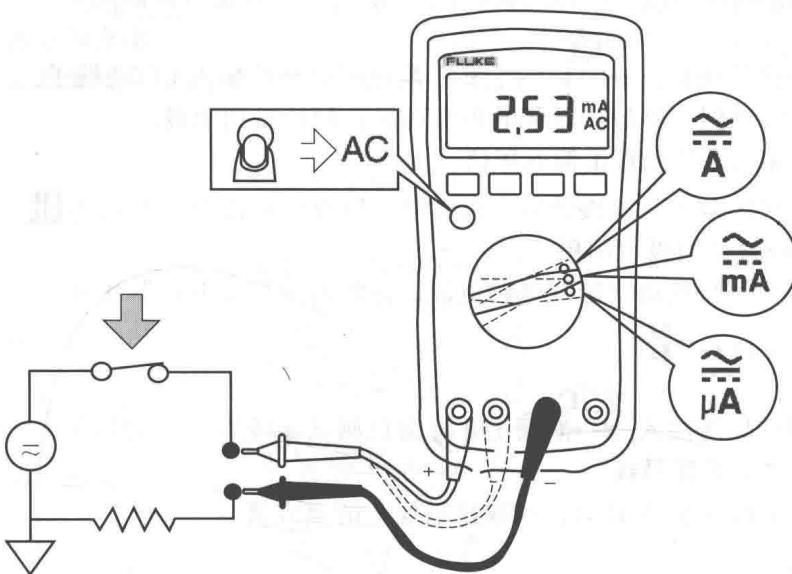

图 1.2.7 测量交流和直流电流
⑤ 测量交流或直流电流。Fluke 17B 型万用表测量电流方法如图 1.2.7 所示。